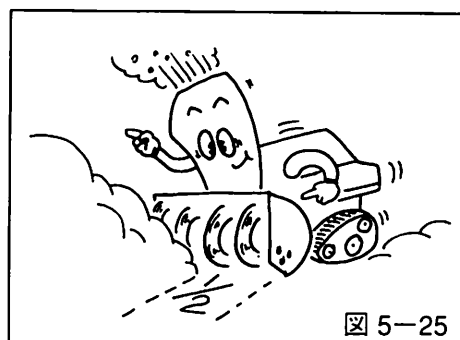

図 5-25
- オーガ巾の約1/2程度の除雪巾で除雪してください。薬に除雪できるばかりでなく、機械に能力以上の負担をかけないで、機械を傷めることもありません。(図5-25参照)